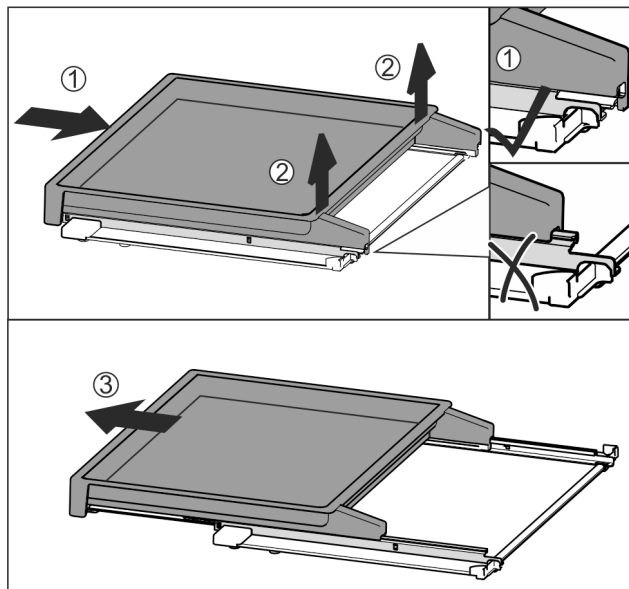

Fig. 112
- ▶ Împingeți complet raftul extractibil în interior Fig. 112 (1).
- ▶ Desfaceți blocarea din partea din spate Fig. 112 (2).
- ▶ Extrageți raftul extractibil către înaintea Fig. 112 (3).